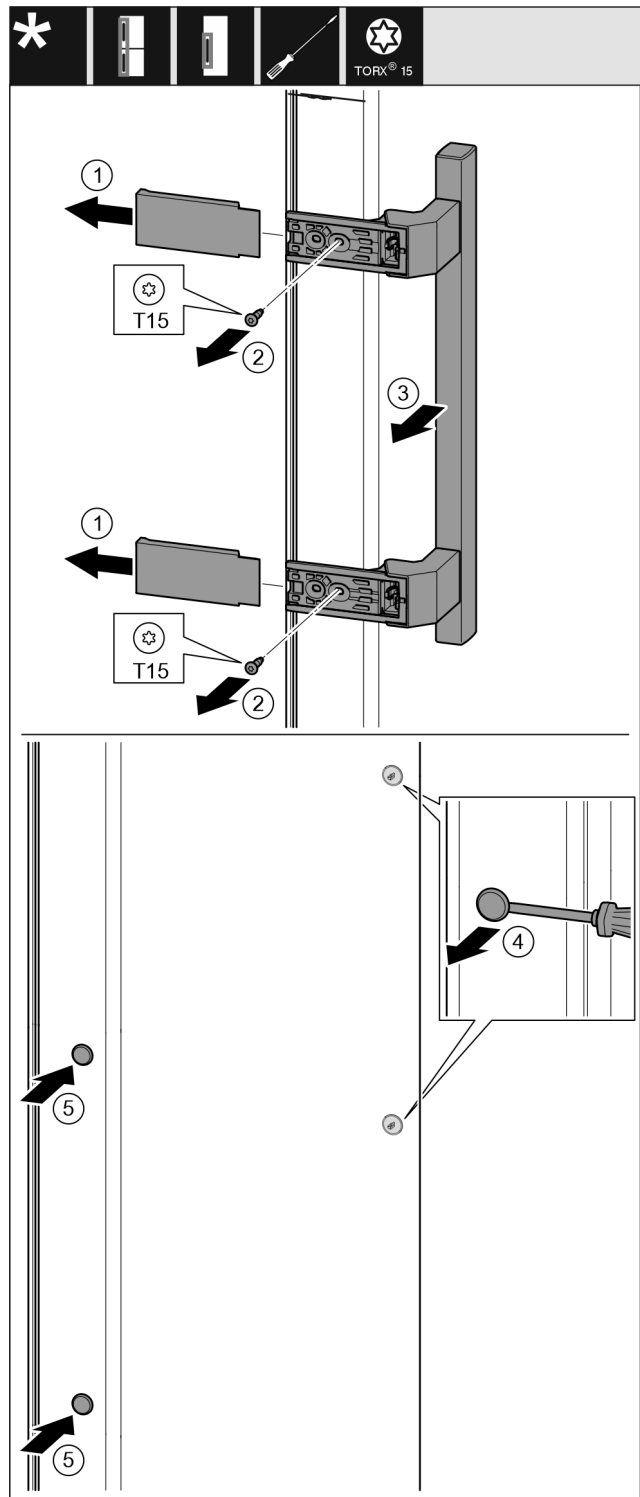

Fig. 19
- ▶ Stáhněte kryt. Fig. 19 (1)
- ▶ Šroubovákem Torx 15 vyšroubujte šrouby. Fig. 19 (2)
- ▶ Sejměte madlo. Fig. 19 (3)
- ▶ Postranní zátku opatrně plochým šroubovákem nadzvedněte a vytáhněte. Fig. 19 (4)
- ▶ Zátku opět vložte na druhé straně. Fig. 19 (5)